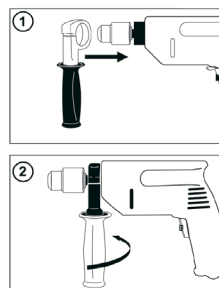

рис.3
2. Установка дополнительной рукоятки (рис.3):